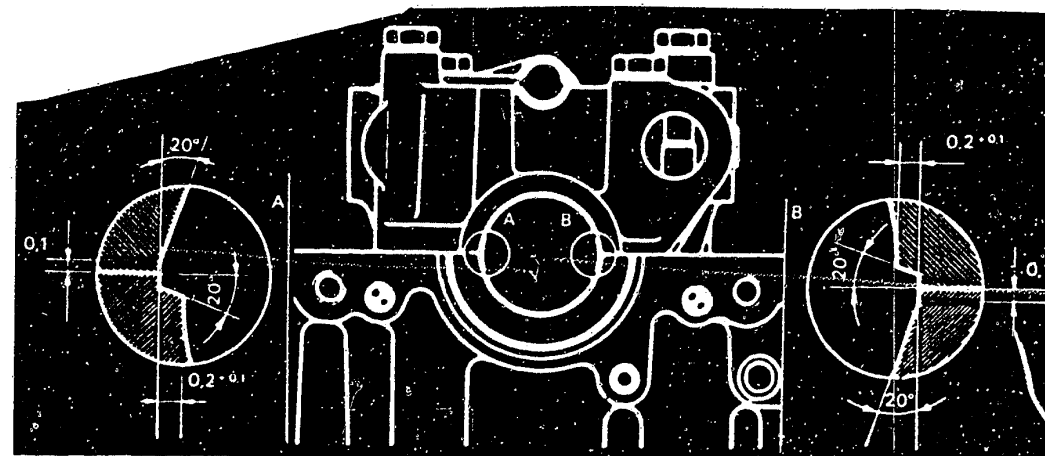

Bild 10 Benzinmotoren 102: Die Nockenwellen-Lagerkanten müssen nach dem Aufbohren bearbeitet werden, um das Anfressen zu vermeiden.
d) Die **Nockenwelle** dreht in Lagerböcken. Im Reparaturfall können die Lager im Zylinderkopf um 0,05mm aufgebohrt und eine Nockenwelle mit Übermasslagerzapfen eingebaut werden. **Vorsicht:** Die Bohrung zur Aufnahme der Ventildeckeldichtung vorne und hinten dürfen nicht aufgebohrt werden. Nach dem Aufbohren müssen die Kanten an den Lagerböcken 1...4 und am Zylinderkopf nach den Massen in Bild 10 bearbeitet werden, um ein Abreisen des Schmierfilms zu verhindern. Die Lagerböcke sind gezeichnet, die Numerierung liegt in Fahrtrichtung rechts.